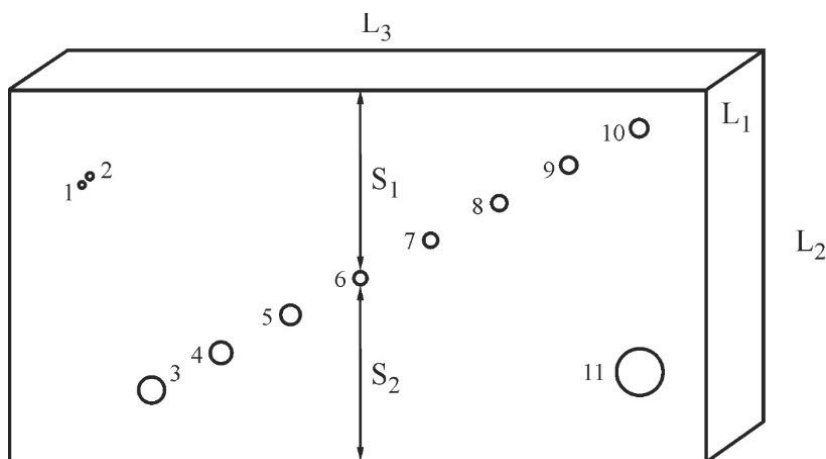

Рис. 25. Тестовый блок. Буквами обозначены общие габариты и измеряемые в работе расстояния до дефектов
1. Определите высоту блока  $L_2$  (см. рисунок 25).